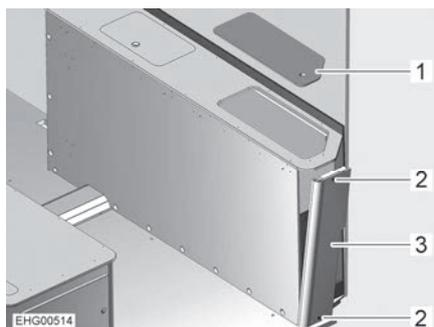

Fig. 107 Armazón de la cama a la derecha
- Retirar la tapa de servicio (Fig. 107,1).
- Desenroscar los 2 tornillos (Fig. 107,2).
- Meter la mano en el armazón de la cama desde arriba y empujar la pared lateral (Fig. 107,3) ligeramente hacia fuera.